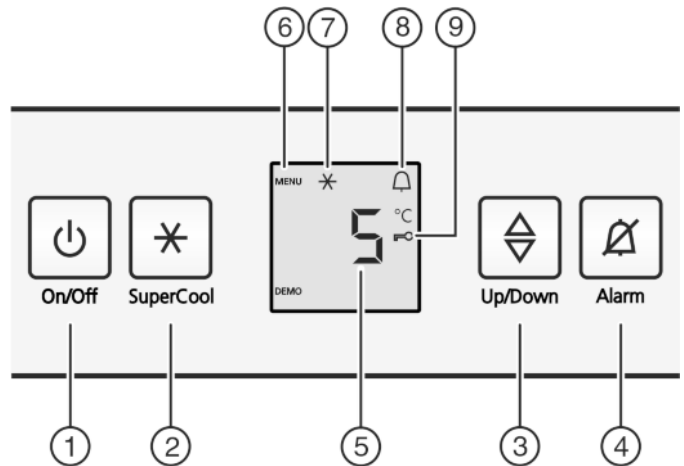

Fig. 2
- ▶ Nyomja meg az On/Off gombot Fig. 2 (1).
- ▶ Nyomja meg a SuperCool Fig. 2 (2) gombot kb. 5 mp-re.
- ▷ A kijelzőn megjelenik a Menü ikon Fig. 2 (6).
- ▶ A SuperCool Fig. 2 (2) gombbal röviden nyugtázza.
- ▷ A gyermekbiztosítás ikon Fig. 2 (9) világít a kijelzőn.
- ▶ Röviden nyomja meg az On/Off Fig. 2 (1) gombot.
- ▶ Nyomja meg a riasztás gombot Fig. 2 (4).
- ▶ Hőmérsékletfunkció előhívása: Nyomja meg a beállítógombot Fig. 2 (3).
- ▶ A hőmérsékletet 1 °C-os lépésekben változtathatja: Annyiszor nyomja meg a beállítógombot Fig. 2 (3), amíg a kívánt hőmérséklet nem világít a hőmérsékletjelzőn.
- ▶ Nyomja meg röviden a SuperCool gombot Fig. 2 (2).
- ▷ A SuperCool ikon Fig. 2 (7) világít a kijelzőn.
- ▷ A SuperCool ikon Fig. 2 (7) kialszik a kijelzőn.